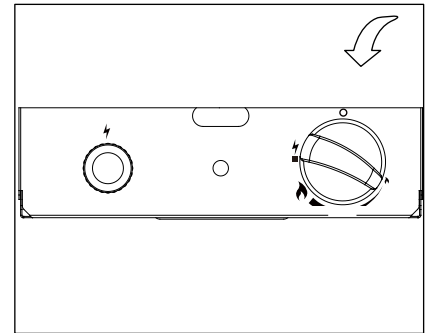

Figure 4
8. Pousser et tourner le bouton de contrôle à la position "HAUT" (🔥) et relâcher le bouton de contrôle. Si vous voulez une température plus basse, pousser sur le bouton de contrôle et tourner en sens inverse de l'horloge à la position "BAS" (🔥) (figure 4).